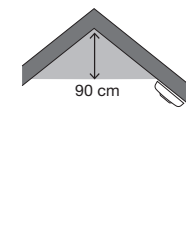

FIGUR 2. Flervånings bostad
**Flervånings bostad:** För att få ett minimiskydd, placera ett larm i trapphuset (entréplan) och ytterligare ett larm ovanför övervakningens trappavsats, samt ett larm i taket i källaren vid foten av trappan. Detta täcker källarvåningen men inte krypgrund och oinredda vindsutrymmen. Se exempel i figur 2.